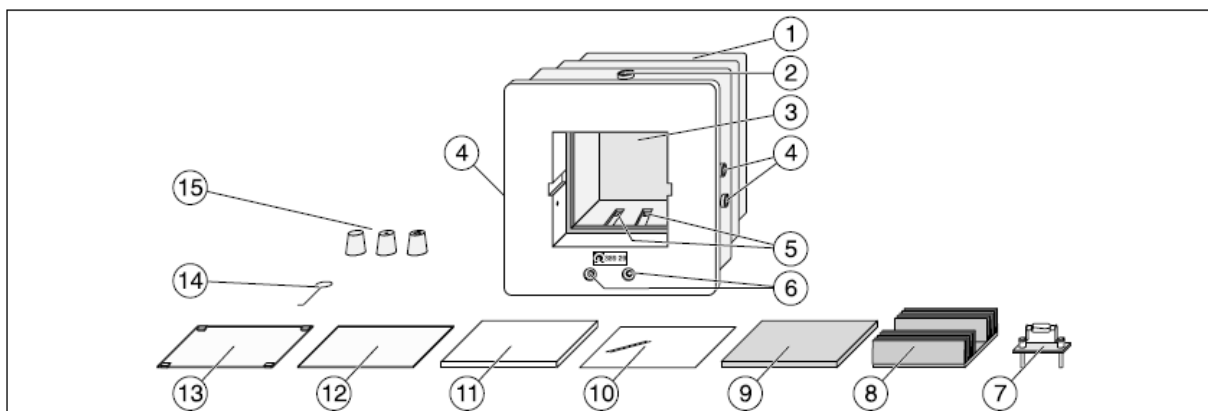

Рис.1
14. Пластина из оргстекла с прокладками, толщиной 1,5мм (используется в совокупности с (12) для имитации изолирующего остекления).
15. Крючок для удаления стеновых материалов из калориметрической камеры (3).
16. Резиновые пробки для канала (2): без скважины; с отверстием $\varnothing 1,5$ мм (для температурного датчика 666 193) с отверстием $\varnothing 6$ мм (для стеклянного термометра 38234).
- В эксперименте используется калориметрическая камера (см. Рис.1):